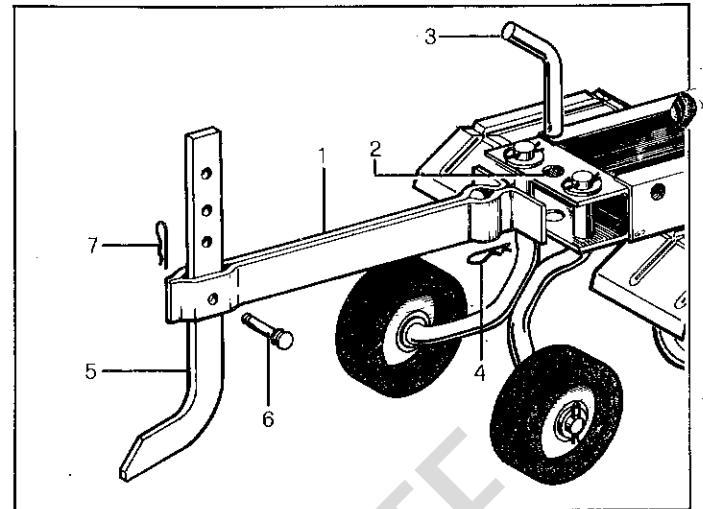

Fig. 4
Posizionare il braccio del timone (fig. 4, part. 1) in corrispondenza del foro centrale (2), bloccare con il perno (3) e la spina di sicurezza (4).
Place the drawbar arm (1, fig. 4) close to the central hole (2), lock with pin (3) and safety pin (4).
Positionner le bras du timon (1, fig. 4.) à proximité du trou central (2), bloquer par le goujon (3) et la goupille (4).
Den Deichselarm (Bild 4, Detail 1) mit dem Zentralloch (2) ausrichten und durch den Bolzen (3), sowie die Sicherungsstifte (4) festklemmen.